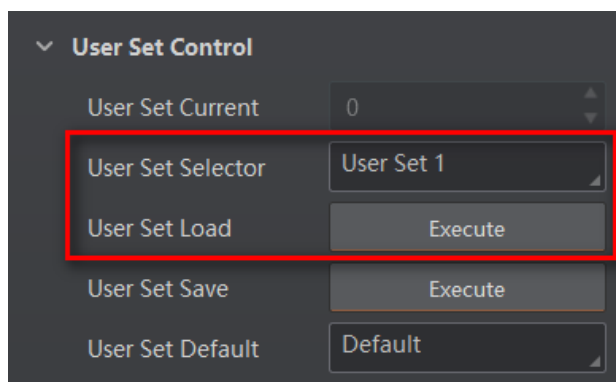

图4-32 加载参数设置
- 加载参数：在连接设备但不预览时，可对设备进行加载参数的操作。通过 User Set Selector 参数下拉选择其中一套参数，点击 User Set Load 处的 Execute 按钮，即可将选择的一套参数加载到设备中，如图 4-32 所示。